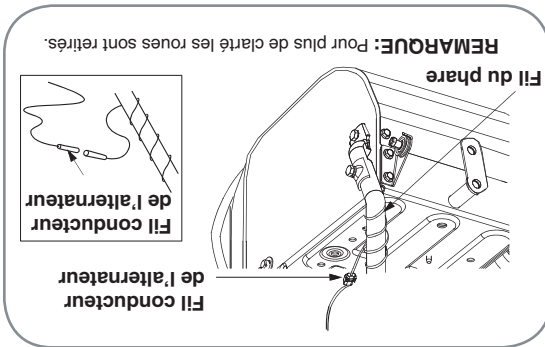

Figure 8
- Enroulez le fil du phare autour du guidon droit jusqu'à ce que le fil puisse être branché dans le fil conducteur de l'alternateur, sous le réservoir d'essence. Voir la Figure 8.